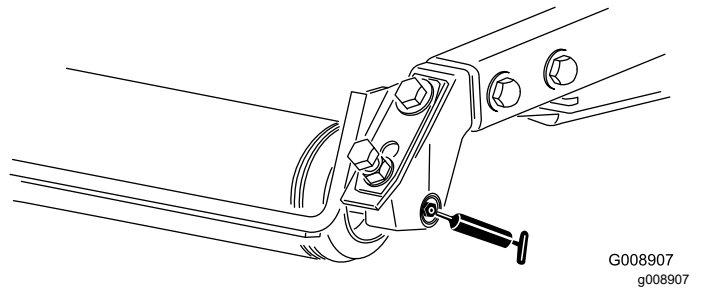

Figure 46
- Roulements de rouleau arrière (2 par unité de coupe) – Figure 46